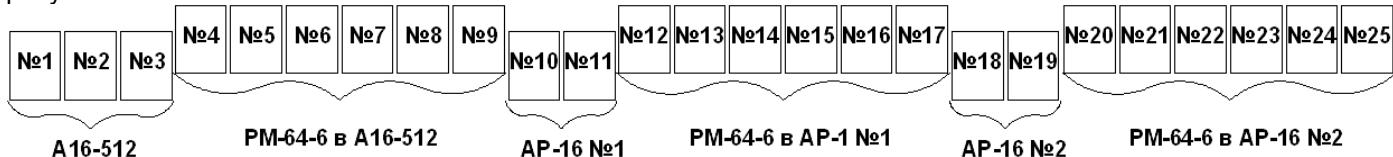

Рисунок 31 – Распределение номеров реле в ППКОП «А16-512» при подключении модулей РМ-64 и АР-16
– реле на модуле РМ-64-6 подключенным к модулю расширения АР-16 (адрес 1) **всегда** будут иметь номера 12, 13, 14, 15, 16, 17 и т.д. в соответствии с выше приведенной схемой, рисунок 31.